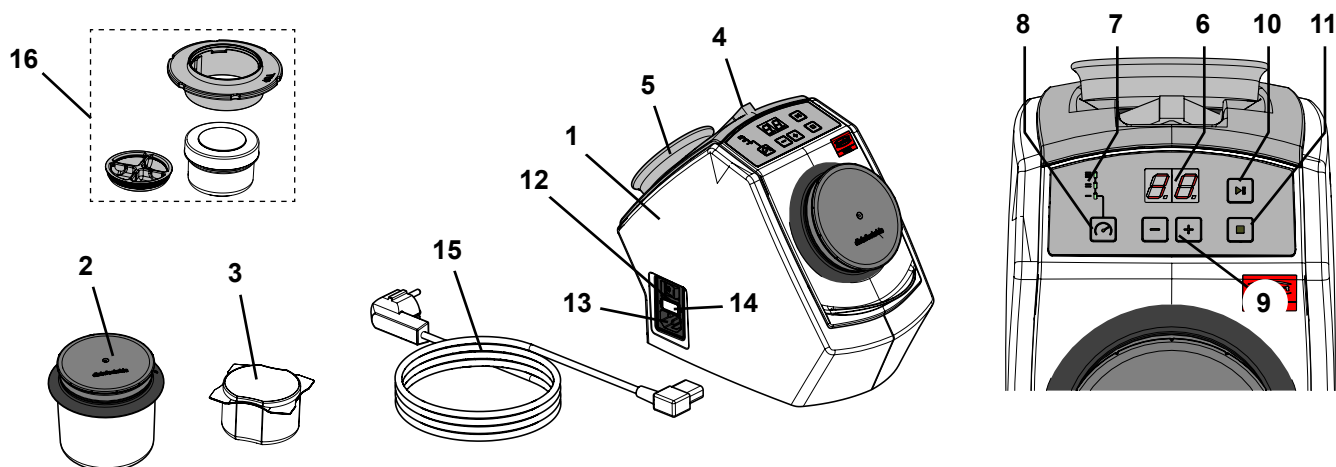

Fig. 1
- ▶ O ímã de fixação (fig. 1, item 5) contém chumbo
- ⇒ Coloque a pinça e o ímã de fixação fornecidos nas cavidades correspondentes situadas no lado posterior do aparelho (Fig. 1).
- ⇒ Escolha o cabo elétrico (15, Fig. 1) com o plugue adequado ao seu país.
- ⇒ Ligue o cabo elétrico (13, Fig. 1) à ligação da rede elétrica.
- ⇒ Ligue o aparelho no interruptor principal (12, Fig. 1).
- ⇒ Encha o copo de limpeza (2, Fig. 1) com 75 g de agulhas de limpeza (corresponde a uma embalagem individual).
- ⇒ Encha o minicopo SYMPRO (acessório) (16, fig. 1) com ~ 5 g de agulhas de limpeza.